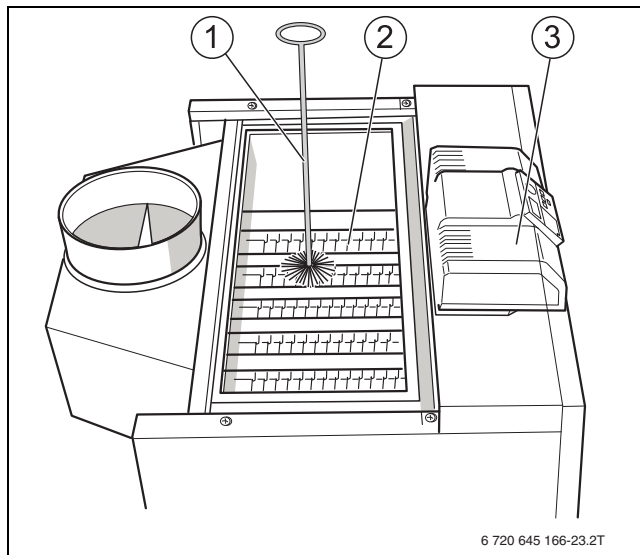

Рис. 60 Чистка газоотводящих каналов
- ▶ Снимите крышку люка для чистки с коллектора дымовых газов (→ рис. 60 [2], стр. 40).